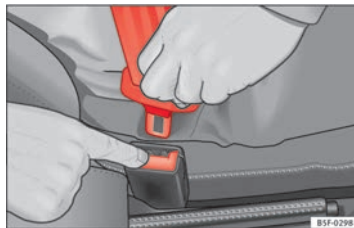

Fig. 13 Retirar la lengüeta del cierre del cinturón.
- Pulse la tecla roja que hay en el cierre del cinturón ⇒ fig. 13. La lengüeta del cierre es expulsada hacia fuera ⇒ .